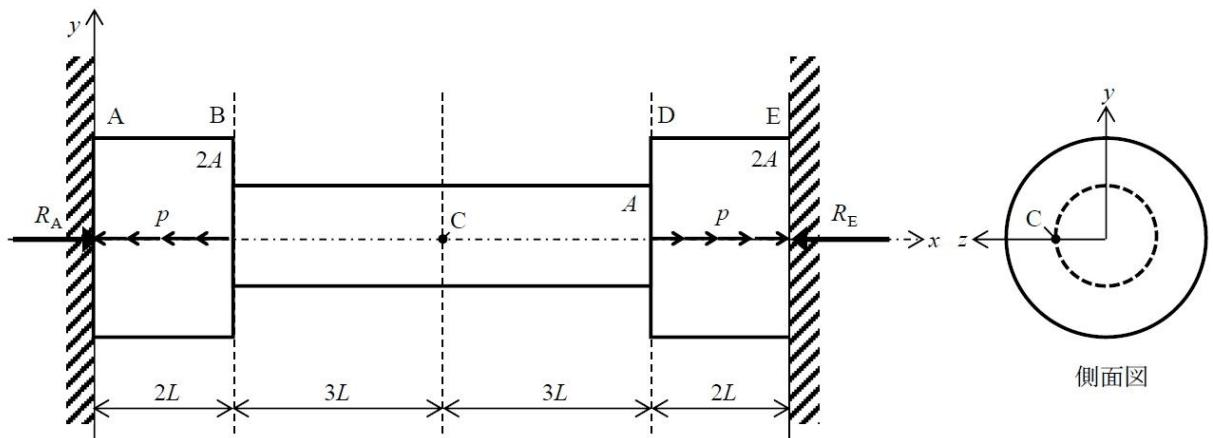

Fig. 2 両端を壁に固定された段付き丸棒。
- [2] 図 2 に示すように点 A, 点 E において壁に固定された段付き丸棒がある。棒の AB 間, DE 間には分布荷重  $p$  がそれぞれ対称に作用している。丸棒の弾性率を  $E$ , 断面積は AB 間, DE 間では  $2A$ , BD 間では  $A$  として, 以下の問い合わせに答えよ。